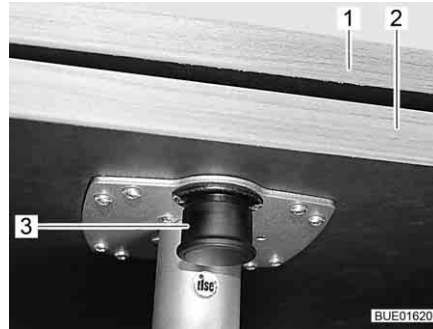

Fig. 128 Prolunga estraibile del tavolo
- Premere il tasto (Fig. 128,3) del bloccaggio e ruotare verso l'esterno la prolunga del tavolo (Fig. 128,2).
- Piegare la prolunga del tavolo (Fig. 128,2) sotto il piano del tavolo (Fig. 128,1), finché non si sente scattare il bloccaggio.